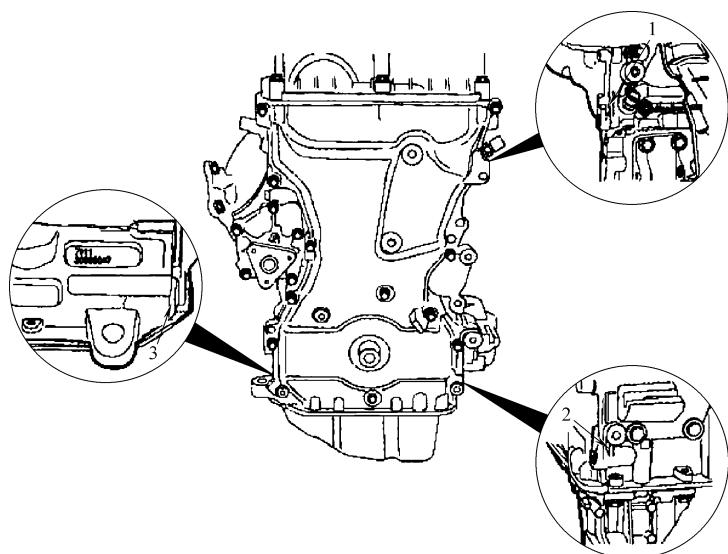

图 19-17 正时链条盖撬开位置
- 32) 在图 19-17 中所示的 3 个位置，用合适的工具把正时链条盖撬开。